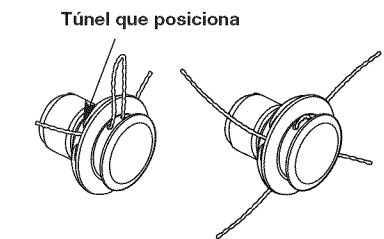

Fig. 24
5. Empuje y/o tire de la línea de modo que ésta se ajuste al cabezal central y quede completamente extendida a través de los túneles de colocación. (Fig. 24)